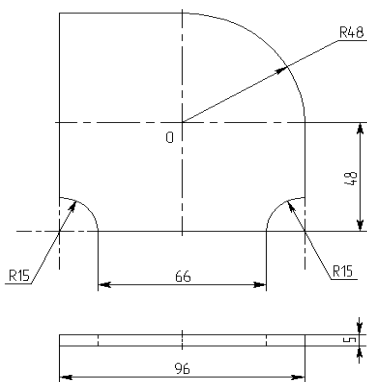

Рис. 46. Расстановка размеров
**Нанесение размеров.** Для нанесения размера используется команда «D: Создать размер» (рис. 46).